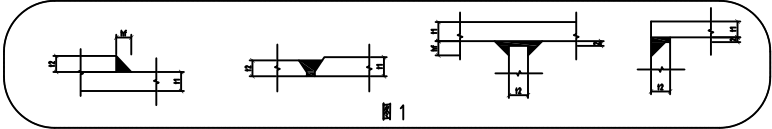

图 1
- 1.1 板与板或管与板按图1中形式焊接时, 焊脚尺寸要求见下表: